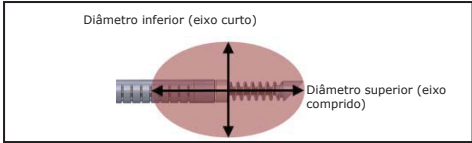

Figura 3: Zona de ablação e respectivas dimensões
14. Definir o nível de potência no Gerador de RF MetaSTAR para o nível pretendido de forma a criar a distribuição térmica para o diâmetro superior e inferior (consultar a Figura 3). Consultar as Instruções de Utilização do Gerador de RF MetaSTAR para obter o Gráfico de diâmetros de distribuição térmica com o diâmetro superior e inferior nos vários níveis de potência.